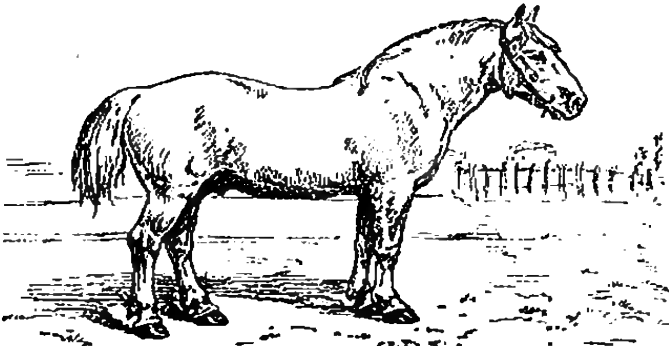
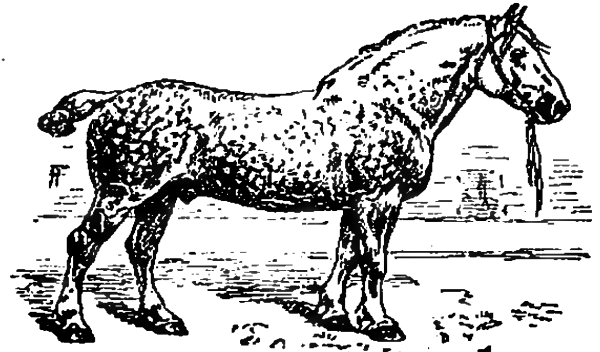
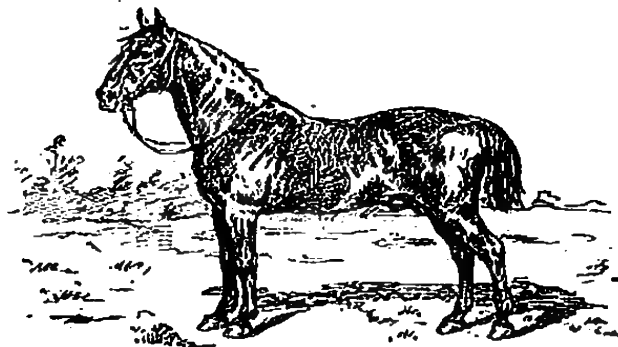

Fig. 440. — Cheval boulonnais.
Fig. 441. — Cheval percheron.
Fig. 442. — Cheval anglo-normand.
3. Races de chevaux. — Les principales races de chevaux sont : la race *boulonnaise* (fig. 440), au corps large, court et trapu, aux jambes épaisses, qui fournit les chevaux de *gros trait* (messageries, halage); la race *percheronne* (fig. 441), où l'agilité est unie à la force, qui fournit d'excellents chevaux de *trait léger* (chevaux d'omnibus, de diligences); la race *anglo-normande* (fig. 442), au corps élancé, aux jambes fines, et les chevaux de *Bretagne*, utilisés pour traîner les